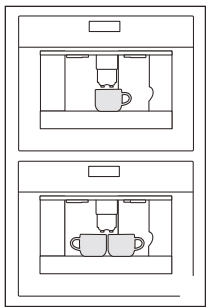
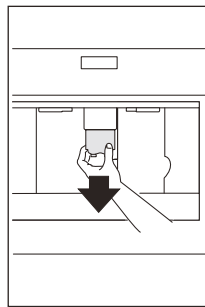

Fig. 16
Fig. 17
- Coloque 1 taza bajo los surtidores para hacer 1 café (Fig. 16) o 2 tazas para 2 cafés (Fig. 16). Baje los surtidores lo más cerca posible de la taza para obtener un café más cremoso (Fig. 17).